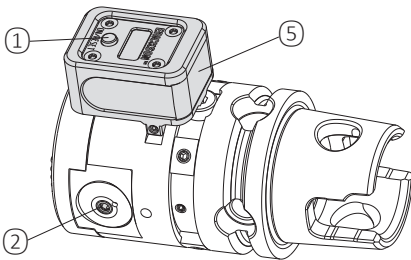
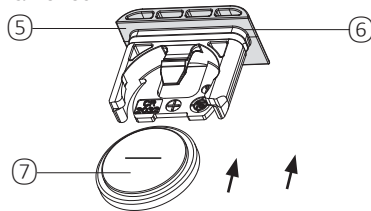

Fig. 2
Fig. 4
### Remplacement de la pile (Fig. 2, 4)
Pour le remplacement, extraire le compartiment à piles ⑤ (Fig. 2, 4) de l'afficheur, retirer la pile usagée et la mettre au rebut selon les prescriptions. Mettre en place la batterie neuve en respectant le positionnement indiqué à la figure 4. Insérer ensuite le compartiment à piles intégralement dans l'afficheur.